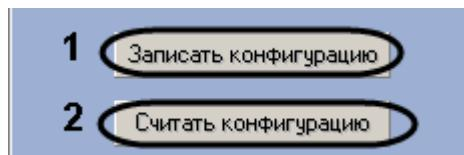

Рис. 3.7—1 Пересылка конфигурации датчика
1. Перейти на панель настроек объекта, соответствующего датчику (Рис. 3.7—1).
2. Для пересылки конфигурации датчику нажать на кнопку **Записать конфигурацию** (см. Рис. 3.7—1, **1**). Параметры будут переданы на устройство.
3. Для считывания параметров, установленных на устройстве, нажать на кнопку **Считать конфигурацию** (см. Рис. 3.7—1, **2**). Объектам ПК ACFA *Intellect* будут установлены параметры, соответствующие параметрам устройства.